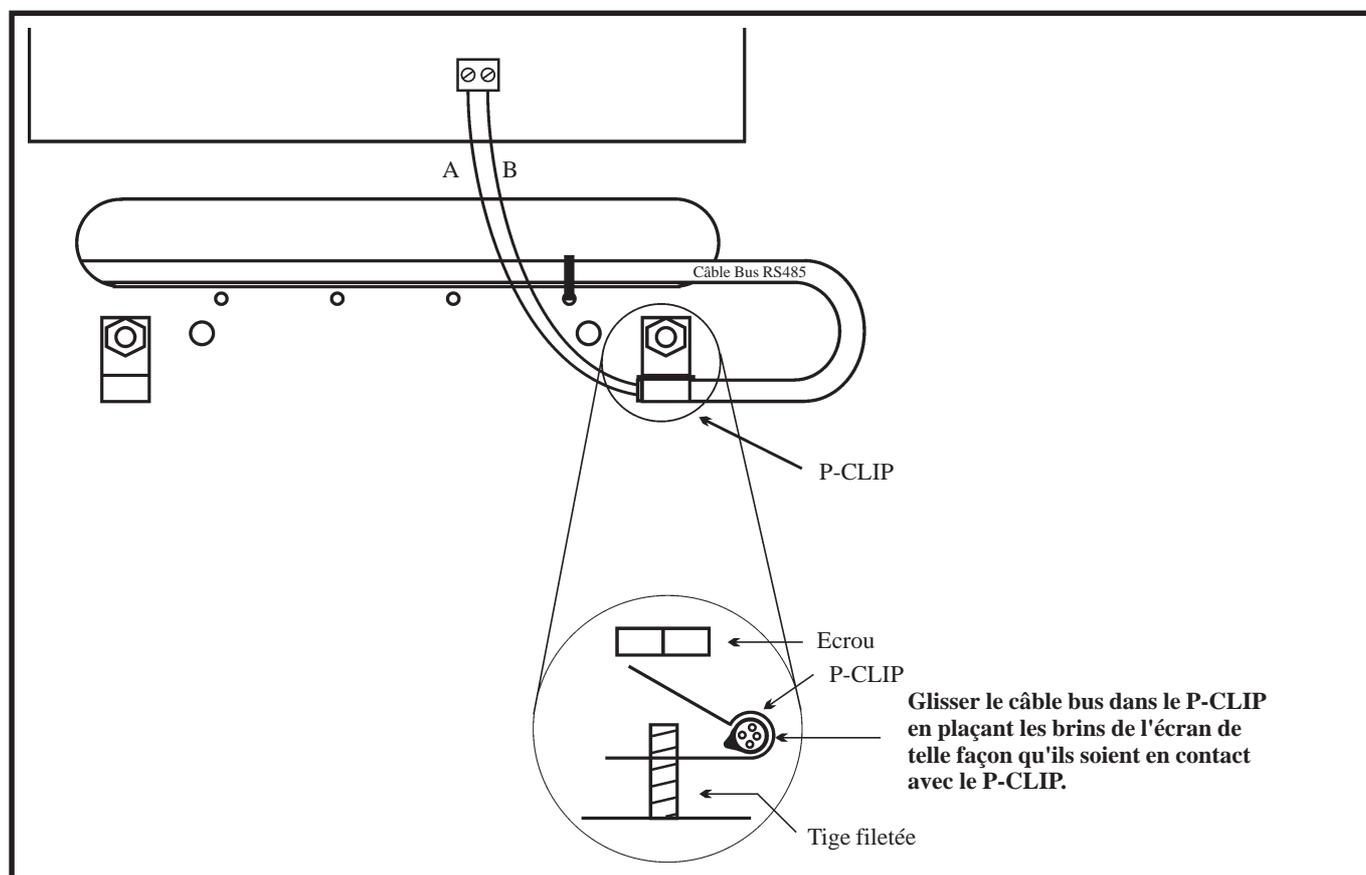

Figure 2-11. Utilisation de l'adaptateur P-CLIP.
5. L'écran du câble doit être raccordé au châssis de la centrale en utilisant les colonnettes filetées comme point de fixation (à proximité des fenêtres de passage de câble) et les adaptateurs « **P-clip** », conformément à la figure 2-11 de la page suivante.
6. Le bus RS-485 (AB) doit disposer d'une résistance de fin de ligne de  $680 \Omega$  aux bornes A et B du dernier module d'extension.